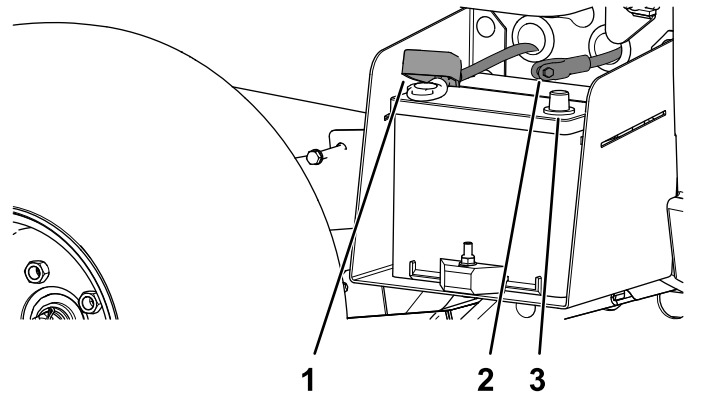

Bild 5
3. Klemmen Sie das Pluskabel (rot) am Pluspol (+) der Batterie und das Minuskabel (schwarz) am Minuspol (–) der Batterie an und befestigen Sie das Kabel mit den Schrauben und Muttern (Bild 5).